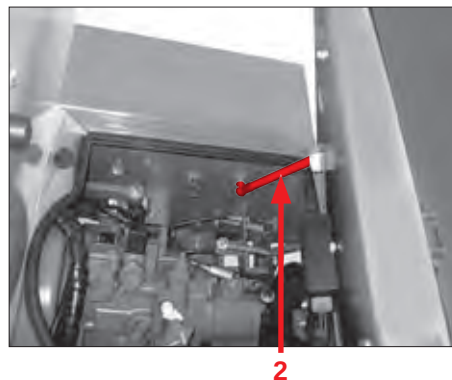

Fig. 68
5. Fastgør straks det vippede førersæde, så det ikke vipper tilbage pos. 2 (Fig. 68)!